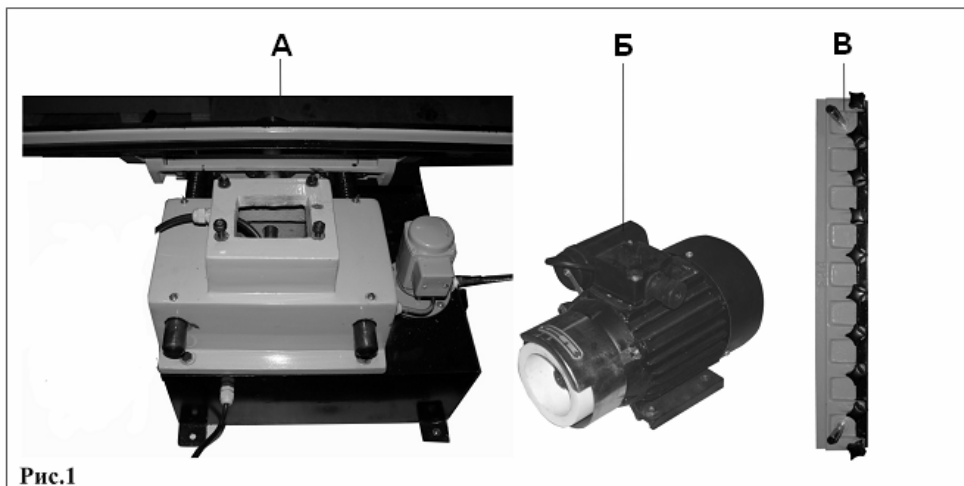

Рис.1
3.1. В комплект поставки входит (Рис.1):